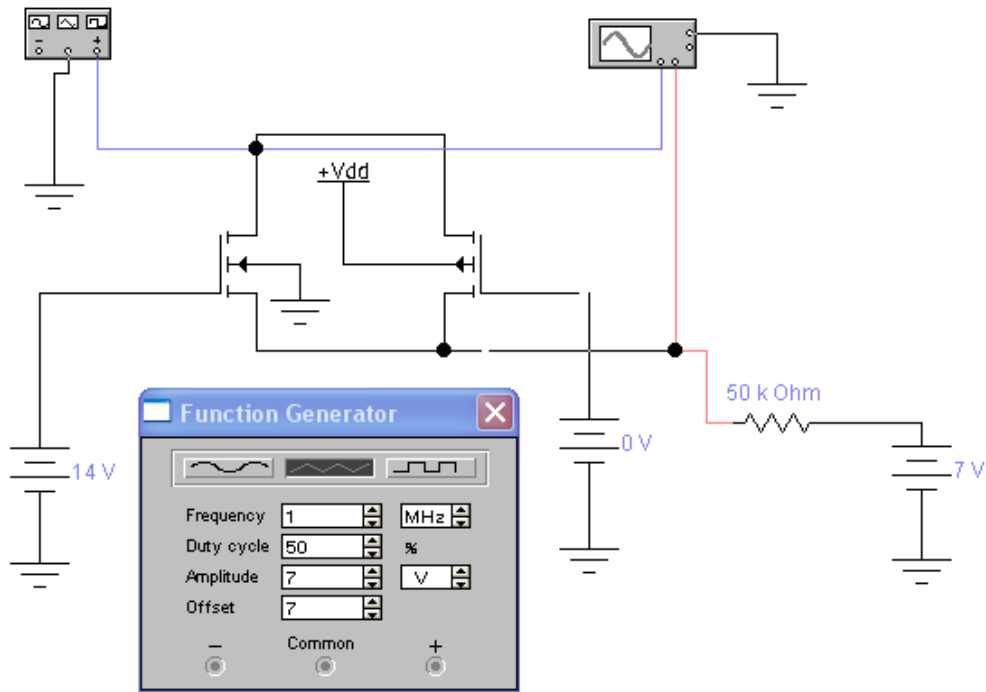

Рис. 3. Схема ключа на полевых транзисторах
1. Собрать схему согласно рис.3